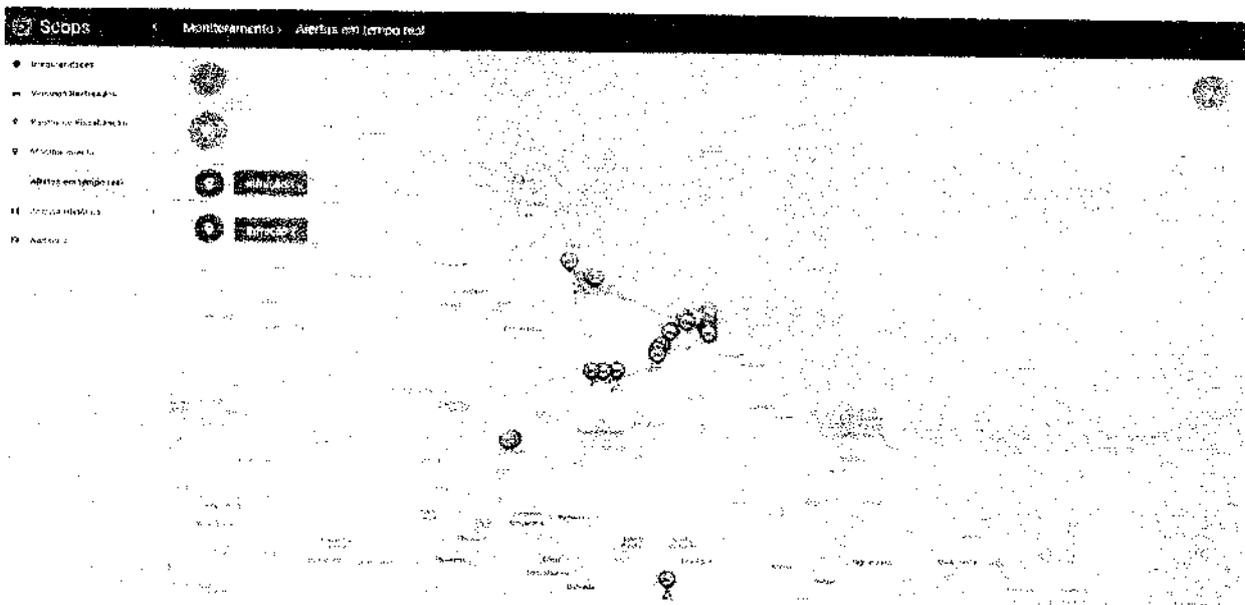
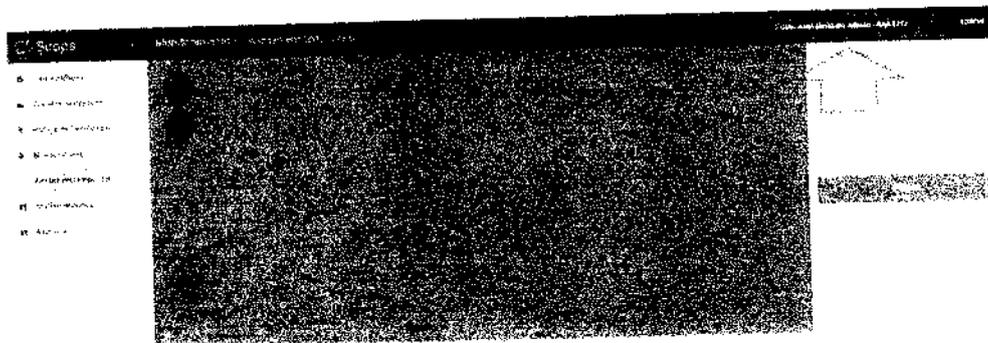

Figura 25 – Filtro de camadas de irregularidades
Figura 26 – Pop-up de novo alerta
O filtro visual de alertas por irregularidade será apresentado de acordo com as irregularidades encontradas nos registros dos alertas, exibindo um botão para removê-las do mapa ou exibi-las novamente (*Figura 25*).
6. **Monitoramento em tempo real e visualização dos alertas.** Como visto na *Figura 25*, os alertas são apresentados no mapa georreferenciado destacando sua localização. Quando um novo alerta é recebido, o sistema emitirá uma notificação sonora e visual, apresentando automaticamente no mapa um novo marcador para o alerta além de um pop-up de notificação (*Figura 26*).